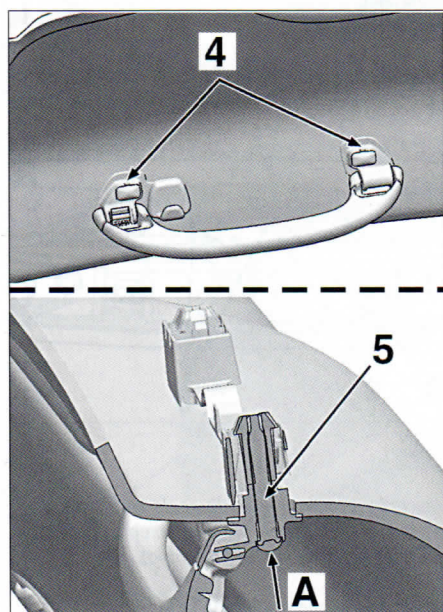

FIG. 46
- los ganchos (1) (cortinas de parasol)
- la iluminación trasera y su conector (2)
- la consola de techo (3).
Insertar un destornillador en las muescas (4), separar el bloqueo (5) tirando hacia A (en cada lado) y desmontar la empuñadura (fig. 46).